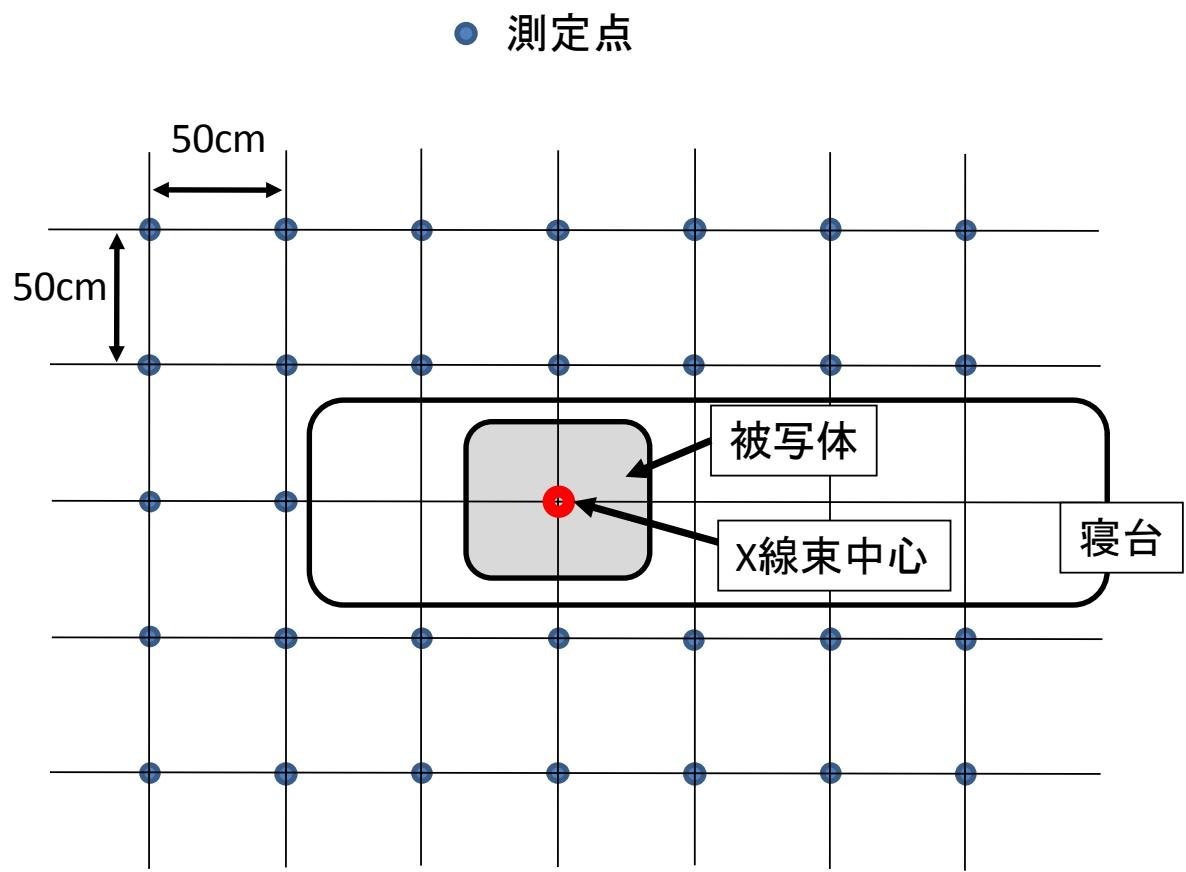

図1 室内散乱X線量の測定点（平面図）
- (1) 室内散乱 X 線量の測定方法は定めない。ただし、新たに測定する場合は、下記の条件で行うこと。
- ① 被写体：IVR 基準点での線量率測定に準ずる。
- ② 図 1 に示す点の散乱 X 線量を測定する。ただし、アーム支持装置やカテーテルテーブル、モニタなどによって測定できない場所は除く。
- ③ X 線照射方向：P-A（垂直方向）
- ④ 床面から測定点までの高さ：1.0 m と 1.5 m
- ⑤ 散乱 X 線量測定図には通常の術者位置を記入する。
- (2) 測定条件は「様式 8」に記入して提出する。
- (3) 線量計の校正結果の写し。